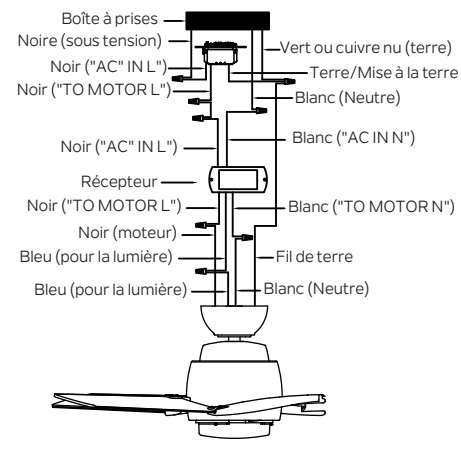

Fig. 14
**Étape 2.** Connexions électriques entre le moteur et le récepteur : Connecter le fil NOIR du ventilateur au fil NOIR marqué "TO MOTOR L" du récepteur. Connecter le fil BLANC du ventilateur au fil BLANC marqué "TO MOTOR N" du récepteur. Connecter le fil BLEU du ventilateur au fil BLEU marqué pour la lumière "FOR LIGHT" du récepteur. Sécuriser toutes les connexions de fils avec les connecteurs en plastique (fournis). ( Fig. 14)
**Étape 3.** Connexions électriques du récepteur à distance à la boîte à prises : Connecter le fil NOIR (sous tension) du plafond au fil NOIR marqué "AC in L" de la commande murale. Connecter le fil BLANC (neutre) du plafond au fil BLANC marqué "AC IN N" du récepteur. Connecter le fil NOIR (TO MOTOR L) de la commande murale au fil NOIR marqué "AC in L" du récepteur. Sécuriser toutes les connexions de fils avec les connecteurs en plastique. (Fig. 14)
**Étape 4.** Si la boîte à prises a un fil de masse (vert ou cuivre nu), le connecter aux fils de mise à la terre du ventilateur : en l'absence de ce fil, connecter le fil de mise à la terre du ventilateur au support de montage. Sécuriser la connexion du fil avec l'écrou en plastique (fourni). Après avoir connecté les fils, les séparer de sorte que les fils verts et blancs se trouvent sur un côté de la boîte à prises et les fils noirs et bleus de l'autre côté. (Fig. 14)